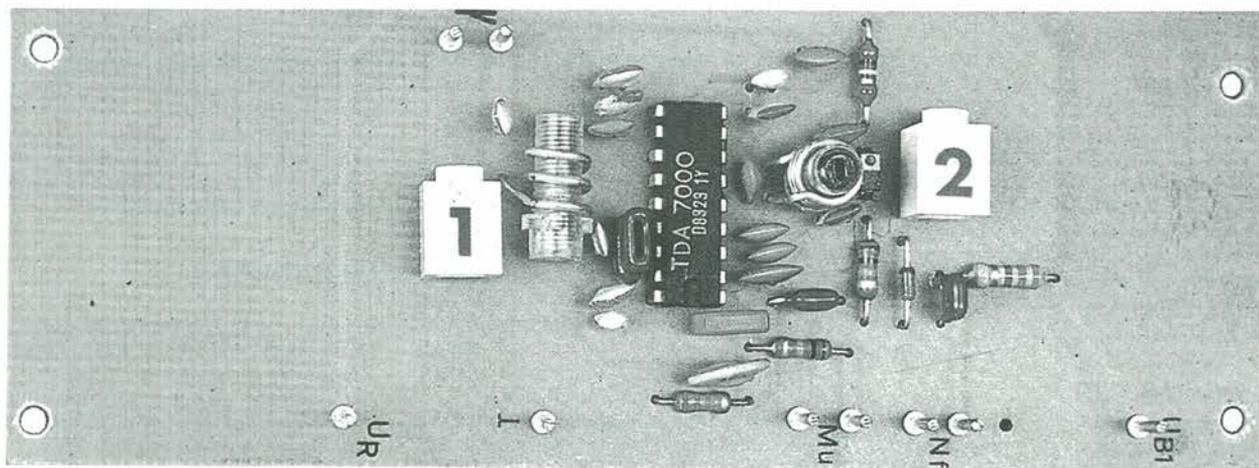
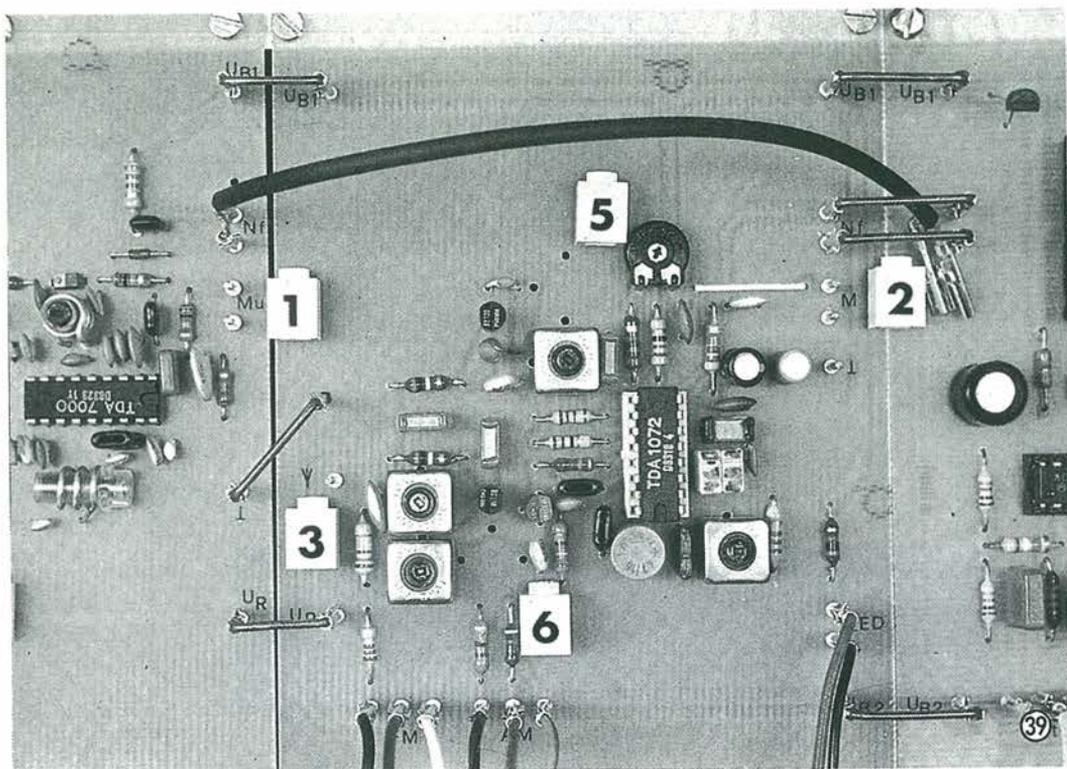

Figura 37. La basetta del ricevitore FM dovrà avere piccole dimensioni, con un montaggio molto raccolto dei componenti: le dimensioni sono 52 x 135 mm.
Figura 39. A sinistra della foto è visibile il ricevitore FM completo e collegato agli altri moduli.
re variabile (oppure il diodo a capacità variabile per VHF) devono essere montati talmente vicini da mantenere i collegamenti tra di loro ed al transistore ad una lunghezza minore di 10 mm. Per la bobina è necessario un nucleo fatto di uno speciale materiale a basso smorzamento. Devono essere utilizzati transistori ad alta frequenza selezionati in modo che abbiano, per esempio, una frequenza limite di 1 GHz. La costruzione deve essere ordinata e meccanicamente robusta (Figura 37).
tazione. I condensatori dovranno essere del tipo ceramico e, come tutti gli altri componenti, dovranno essere collegati al circuito con i terminali tagliati molto corti. In Figura 37 è illustrato il montaggio dei componenti sul circuito stampato, le cui dimensioni sono 52 x 135 mm. La tensione di antenna viene applicata in modo asimmetrico (cavo coassiale da 75 ohm) ad un avvolgimento della bobina d'antenna (L'). La bobina d'ingresso
La schermatura del cavo coassiale deve essere collegata alla massa del circuito stampato. Allo scopo sono previsti i due spinotti visibili sopra il numero 1 della Figura 37. Nella serie inferiore di spinotti, sono previsti i seguenti collegamenti, da sinistra verso destra: tensione di sintonia per il diodo a capacità variabile  $U_R$ , massa, connessioni per il silenziamento (2), massa, bassa frequenza, foro senza spinotto (massa) e tensione di alimentazione  $U_{B1}$ . A destra della posizione 1 è visibile la bobina del circuito oscillante d'antenna.
I collegamenti potranno essere ricavati dalla Figura 39. Il collegamento dello squelch, che sopprime il fruscio in assenza di segnale, non è stato in questo caso effettuato (posizione 1). A questo scopo è possibile aggiungere al circuito (Figura 37) un apposito commutatore. Al di sopra della posizione 1 deve essere saldato un cavetto schermato che collega, in posizione 2, l'ingresso dell'amplificatore a bassa frequenza con l'uscita del segnale a media frequenza della bassetta FM. Nella parte più alta viene effettuato il collegamento per la tensione di alimentazione. Lo spinotto a sinistra, sopra la posi-